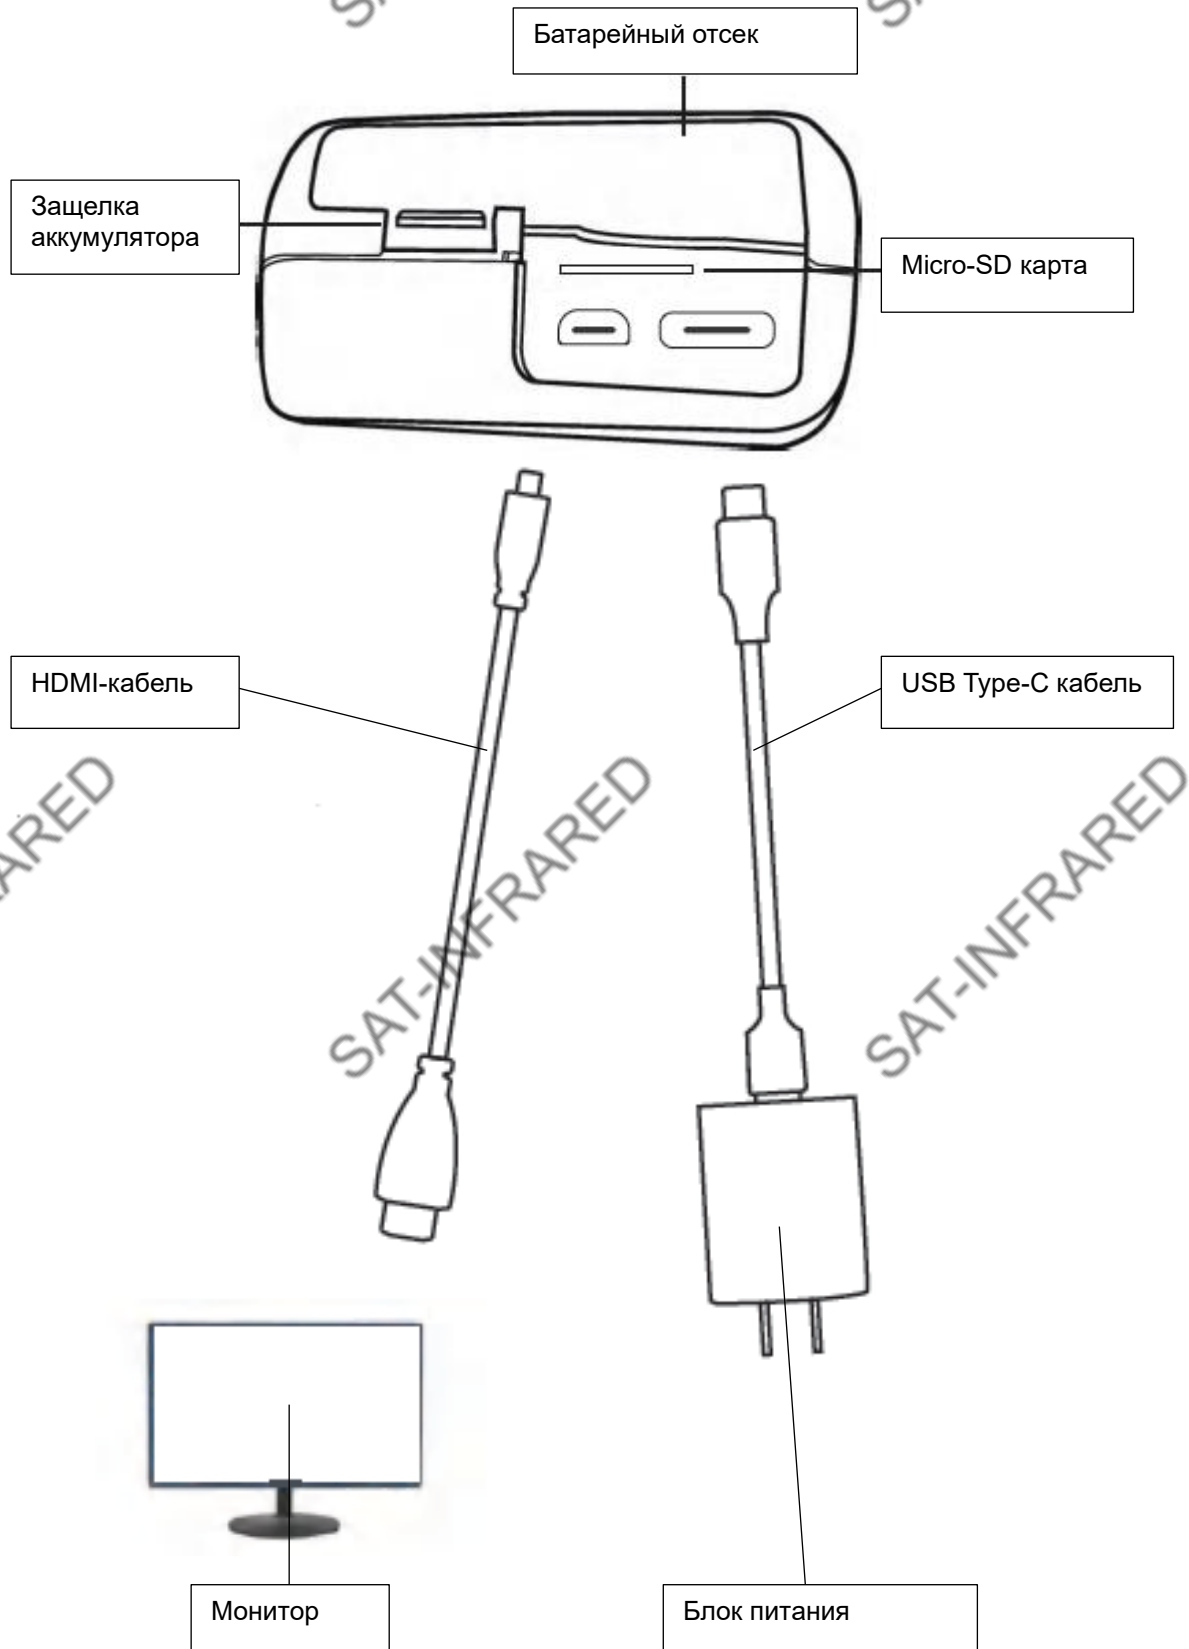

Рис. 3
5.2. По необходимости зарядите аккумулятор, используя блок питания и кабель USB Type-C, пристыкованный к соответствующему разъему на корпусе тепловизора (см. Рис. 3).
5.3. Установите в соответствующее гнездо карту памяти (см. Рис. 3). Карта памяти должна быть отформатирована в FAT32. В противном случае, тепловизор может не распознать ее.